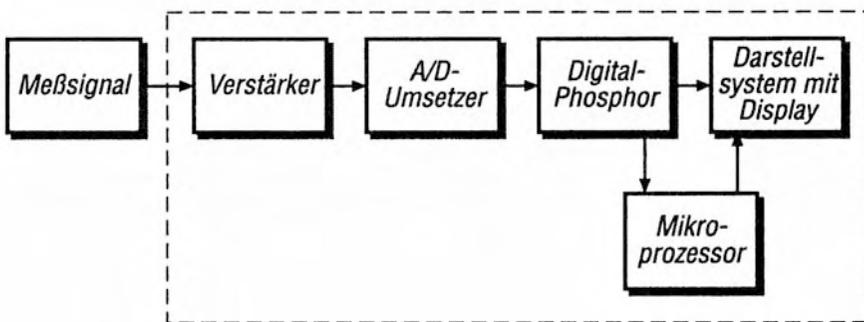

Abb. 4: Baugruppen eines DPOs (Quelle: Funkamateurl)
2. Kurz vor der Jahrhundertwende kam die Firma Tektronix mit einer neuen Scope-Technologie auf den Markt: **DPO**, digital phosphor oscilloscope (Abb. 4). Damit